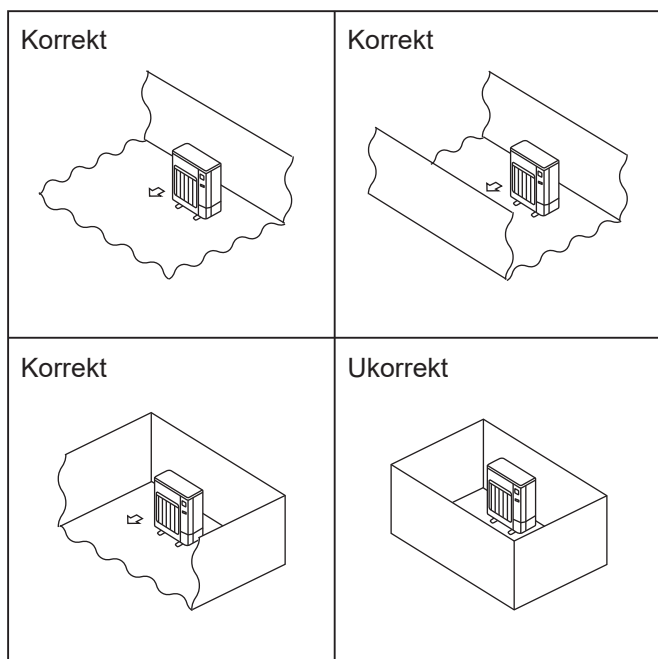

Fig. 2-2
- ⊙ Installer udendørsenheder på et tilstrækkeligt stort område, hvor mindst én af enhedens fire sider ikke er blokeret, og hvor der ikke er fordybninger. (Fig. 2-2)